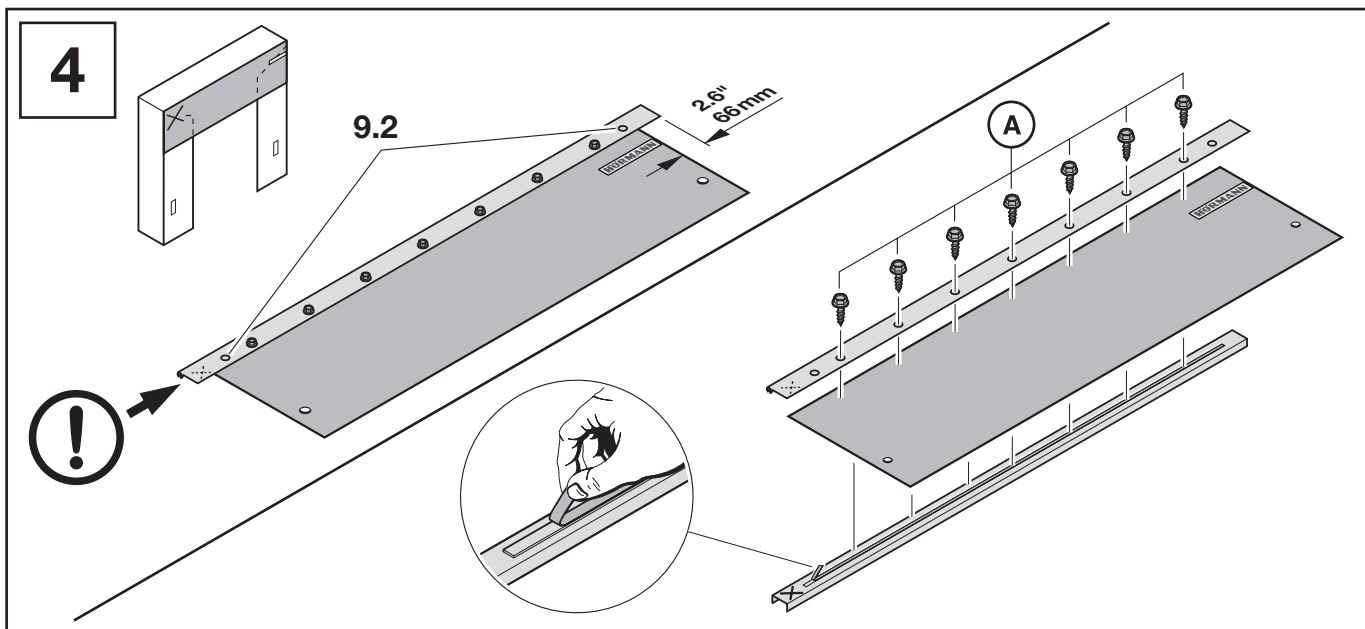

Figura 5
* El equipamiento puede variar, ver figura 5.